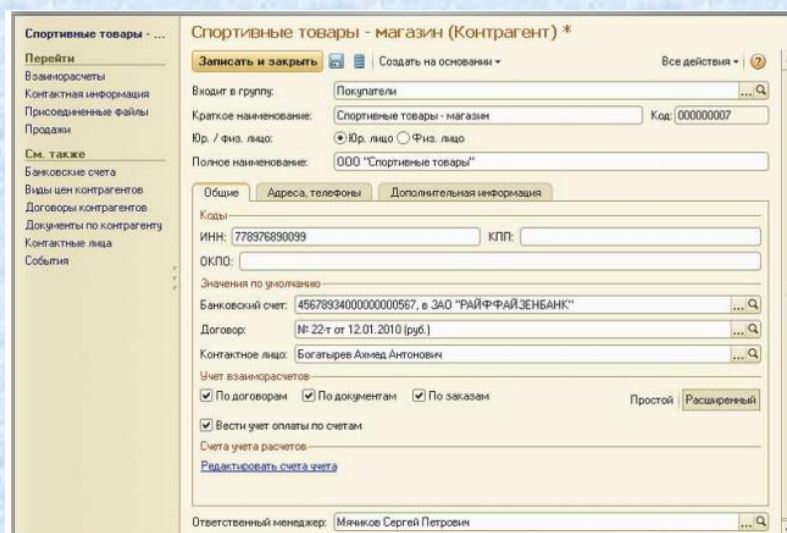

Рисунок 3 - «Простой» учет взаиморасчетов – по контрагенту в целом
1. Зайдите в **Карточку контрагента** и нажмите кнопку **Простой** (рисунок 3).
В этом случае можете отключить аналитику по договорам вовсе (снять флажок **По договорам** – см. рисунок 3) и отслеживать взаиморасчеты с покупателем по заказам и/или документам отгрузки.